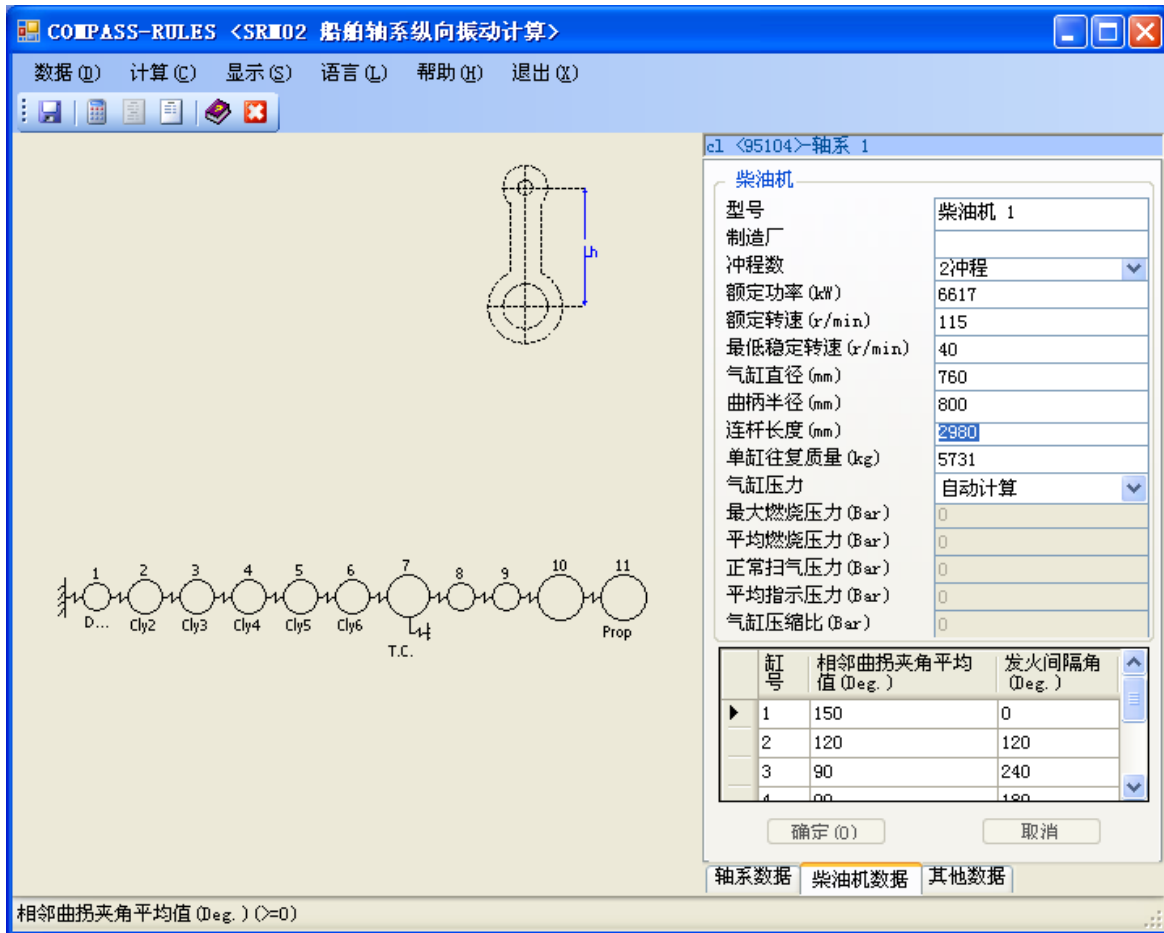

图 4.7 连杆长度示意图
- 如果用户当前输入的栏目有相应的示意，则在左半部的右上方显示相应参数指示的示意图。如图 4.7 所示。